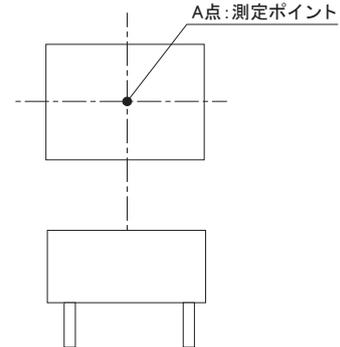

図6.1 TUHSシリーズ温度測定箇所
■図6.1で示すA点の温度を、表6.1で示す温度以下となるようにお使いください。